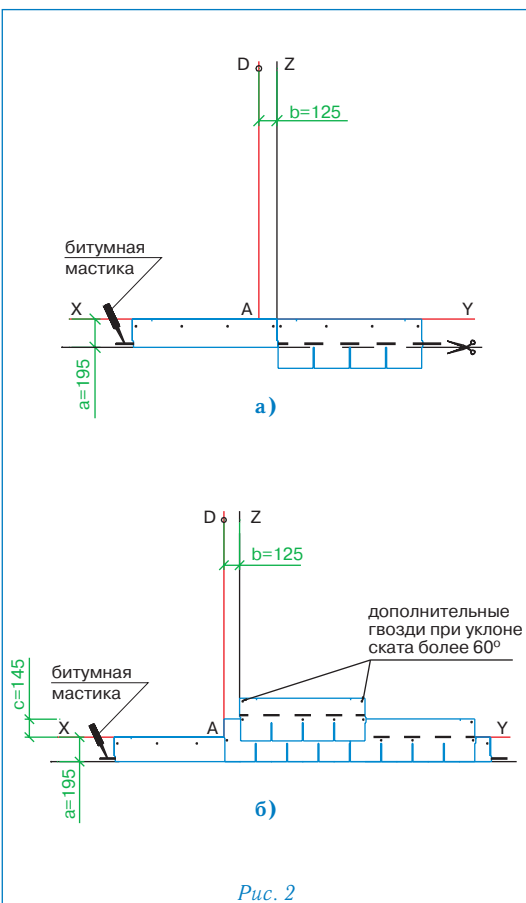

Рис. 2
Укладка материала (рис. 2)
- Начальный ряд формируется из листов черепицы СТАНДАРТ обрезанных по линии образованной конечными точками вырезов. Полученные таким образом полосы шириной 19,5 см укладываются по линии карниза в обе стороны от линии Z (рис. 2а) и фиксируются по нижнему краю битумной мастикой, а по верхней кромке 4 гвоздями (ось гвоздей на 5 см ниже верхнего края полосы);
- далее первый ряд черепицы укладывается от линии AD (рис. 2б);
- второй ряд укладывается от линии Z (со смещением 12,5 см от AD) (рис. 2б);
Каждый лист черепицы СТАНДАРТ крепится 4 гвоздями (ось гвоздей на линии битумных клеевых полос) таким образом, чтобы гвоздь прошивал и верхний край низлежащего листа черепицы (рис. 2б).